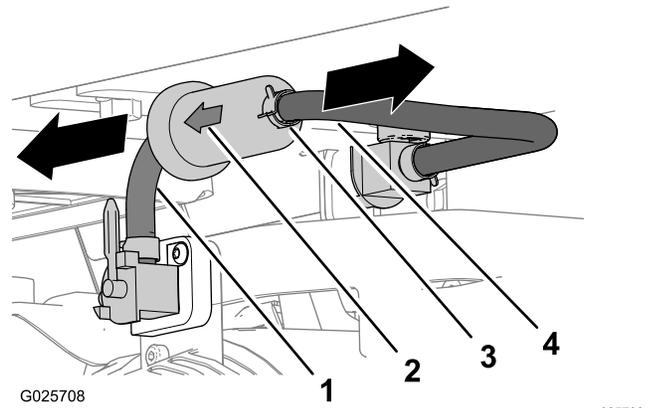

Figure 25
6. Déposez les colliers et le flexible du raccord cannelé sur le filtre à carburant (Figure 25).
7. Orientez la flèche située sur le boîtier du filtre à carburant neuf afin de correspondre au sens d'écoulement du carburant vers le moteur (Figure 25).
8. Insérez le raccord cannelé du filtre à carburant dans le flexible partant de l'interrupteur du moteur (Figure 25).
9. Insérez le raccord cannelé à l'autre bout du filtre à carburant dans le flexible branché au robinet d'arrivée de carburant (Figure 25).